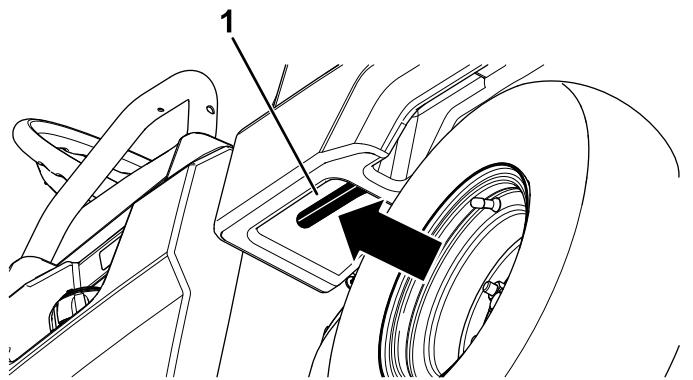

Figura 11
1. Tire hacia usted de la palanca a la izquierda, dentro de la caja de carga y eleve la caja hacia arriba (Figura 11).
1. Eleve la plataforma un poco tirando hacia arriba de la palanca de enganche (Figura 11).